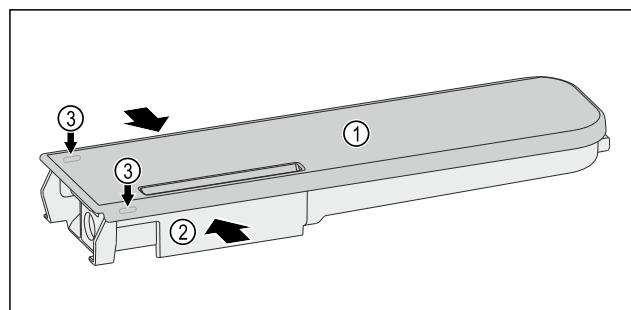

Fig. 136
- ▶ 挤压水容器 Fig. 136 (2)，然后小心地将盖子 Fig. 136 (1) 从锁定凸耳 Fig. 136 (3) 上撬起并向上拉。
- 略微来回移动盖子 Fig. 136 (1), 然后将其向上取下。